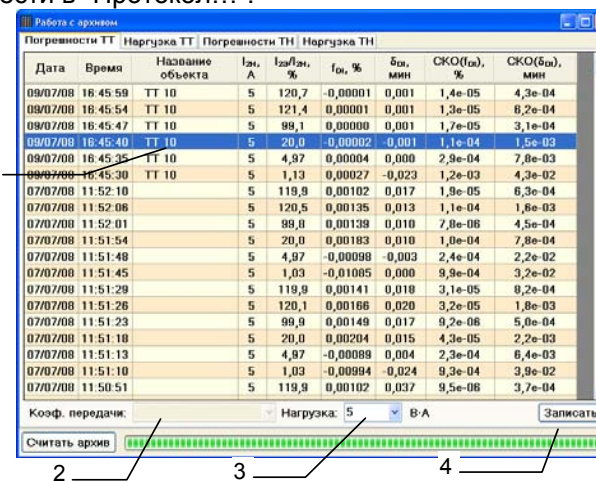

Рисунок 4.2
2) Войти в режим работы с результатами измерений, сохраненными в памяти Компаратора, для чего в окне программы "CA507_PC" щелкнуть по кнопке . На экране появится окно "Работа с архивом" (рисунок 4.2).
2) Перейти в окно "Работа с архивом" (рисунок 4.2), для чего нажать кнопку "Работа с архивом" . Выделить строку или несколько строк с результатами измерения выбранного объекта, которые необходимо внести в "Протокол...".
3) Выбрать значение коэффициента трансформации (поз.2, рисунок 4.2), значение нагрузки из выпадающего списка "Нагрузка" (поз.3, рисунок 4.2) и наименование выводов обмоток (для трехфазного ТН), в соответствии с данными, включенными в название объекта (поз.1 рисунок 4.2). Некоторые из этих полей могут быть неактивными. Их активность определяется типом протокола.
4) Щелкнуть по кнопке **Записать** (поз.3, рисунок 4.2). Соответствующие данные будут записаны в таблицу "Результаты" на вкладке "Погрешность".